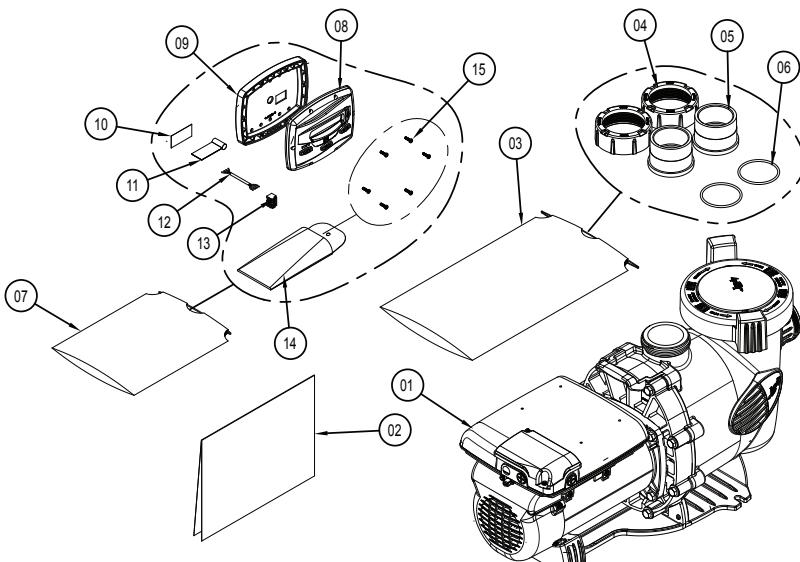

Figure 1. Contenu du carton
**Nombre de bouches d'aspiration par pompe - Fournir au moins deux (2) bouches d'aspiration hydrauliquement équilibrées, avec couvercles, en guise de bouches d'aspiration pour chaque conduite d'aspiration de pompe de circulation.** Les centres des bouches d'aspiration sur toute conduite d'aspiration doivent être à au moins un (1) mètre (3 pi) l'une de l'autre, de centre en centre. Voir Figure 1.
Le système doit être conçu pour comprendre au moins deux bouches d'aspiration (drains) connectées à la pompe chaque fois que la pompe fonctionne. Cependant, si deux (2) bouches d'aspiration aboutissent à une seule conduite d'aspiration, cette dernière peut être équipée d'un robinet qui coupera les deux bouches d'aspiration de la pompe. Le système doit être conçu de manière à ne pas permettre une fermeture ou un isolement distinct ou indépendant de chaque drain. Voir la Figure 1.
2. Inspecter le contenu du carton et vérifier les contenus, voir la "Figure 1. Contenu du carton".